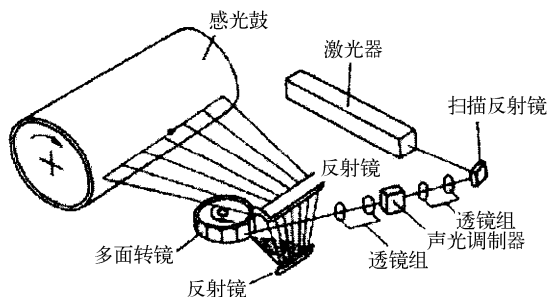

图 2-8 光学系统
③ 扫描器。要使经调制后的激光光束在感光鼓上产生文字和图像，需要完成横向（沿打印纸行的方向）和纵向两个方向的运动。纵向运动可以依靠感光鼓的旋转来完成，光束的横向运动则是由扫描器来完成的，如图 2-8 所示。